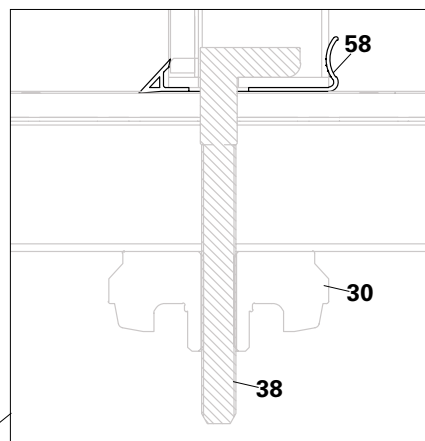

Fig. A8.03b
3. Inserire il connettore angolare HSA DW 15 (38) nella cornice del telaio e serrarlo dall'esterno per mezzo della contropiastra dado alette DW 15 (30). (Fig. A8.03b)